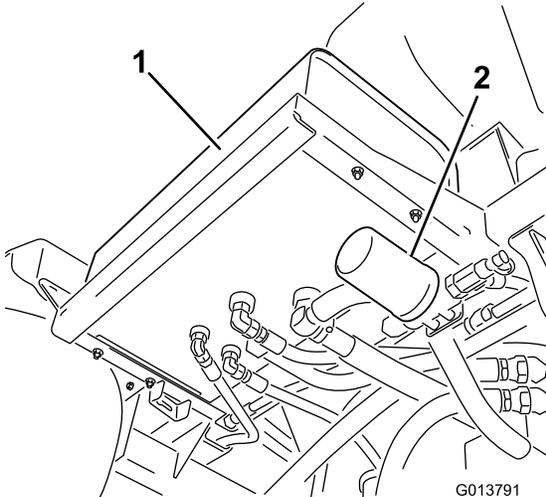
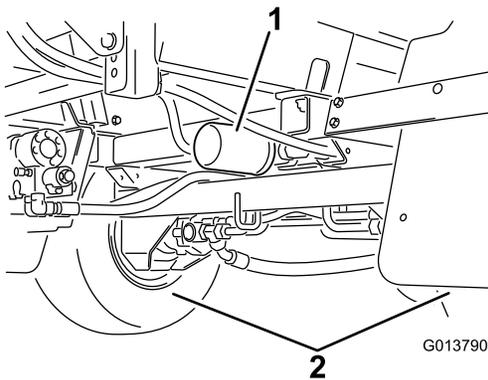

Рисунок 99
Рисунок 100
- Найдите два гидравлических фильтра на машине (Рисунок 99 и Рисунок 100).